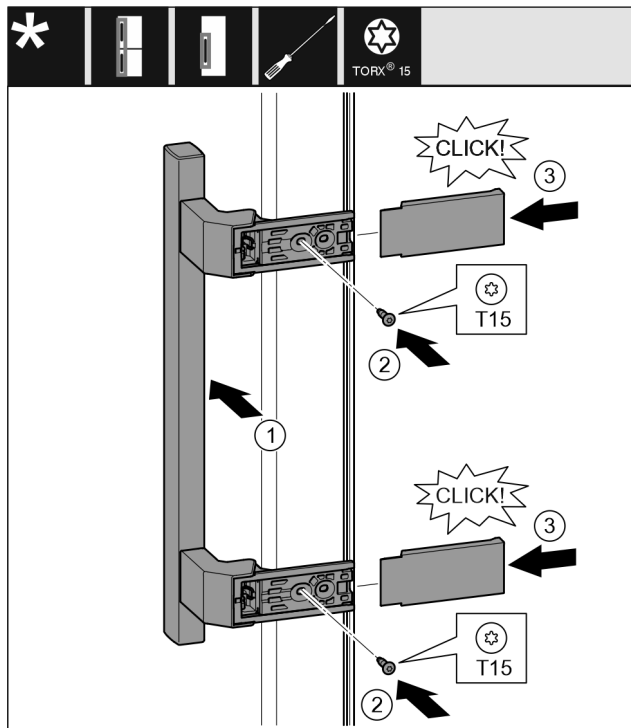

Fig. 15
- Applicare la maniglia sul lato opposto. Fig. 15 (1)
- Avvitare le viti con un cacciavite T15. Fig. 15 (2)
- Applicare le coperture lateralmente e spingerle in sede. Fig. 15 (3)